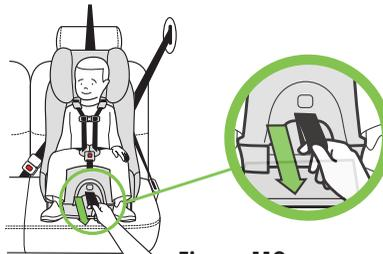

Figure 119
**Orientation vers l'arrière :** La sangle d'entrejambe doit être placée dans sa fente interne, comme sur la **Figure 119**.
Tirez sur la sangle de réglage du harnais pour bien ajuster les sangles du harnais, tel qu'illustré dans la **Figure 119**.